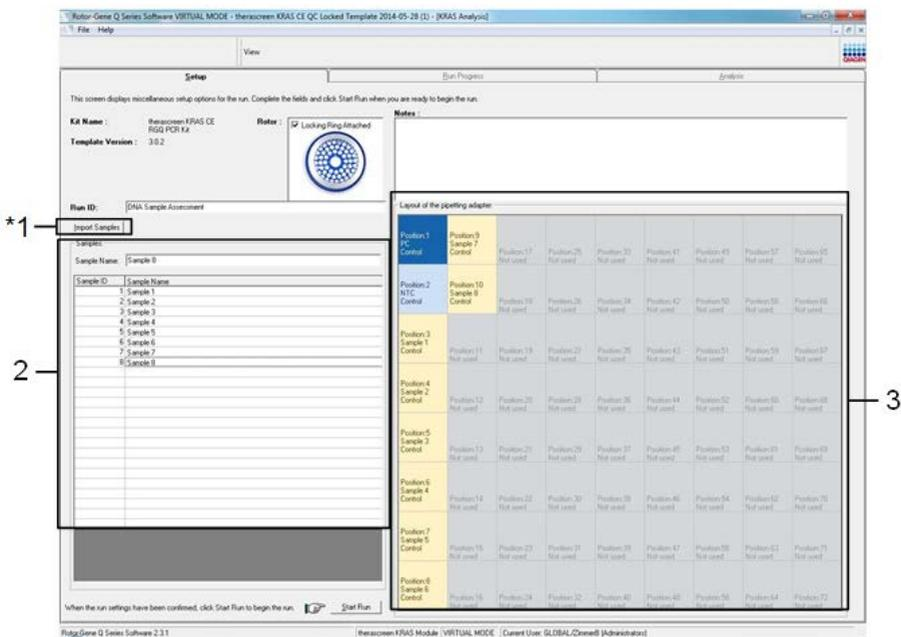
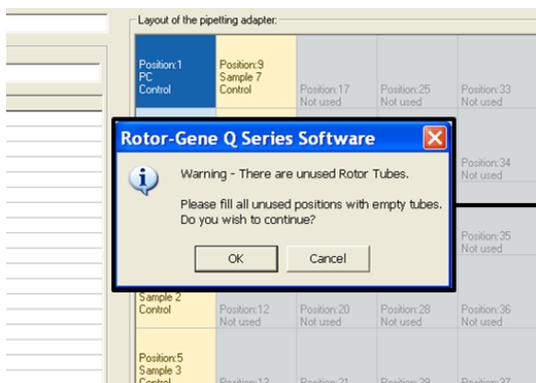

Figura 5. Campo de diálogo "Notes" (Notas); "Start Run" (Iniciar execução) e "Warning" (Aviso) das posições não usadas do rotor.
Figura 6. 1 = "Warning" (Aviso) das posições não usadas do rotor.
18. Quando todos os nomes de amostras tiverem sido inseridos, verifique se eles estão corretos. Caso seja necessário, inclua informações adicionais no campo Notes (Notas) e, em seguida, clique em Start Run (Iniciar execução) (Figura 5).
Nota: Se alguma posição do rotor não estiver sendo usada, será exibido um "Warning" (Aviso) (Figura 5 e Figura 6), para lembrar ao usuário que todas as posições não usadas do rotor devem ser ocupadas por tubos vazios tampados. Verifique se todas as posições não usadas do rotor estão ocupadas com tubos vazios tampados e clique em OK para continuar.